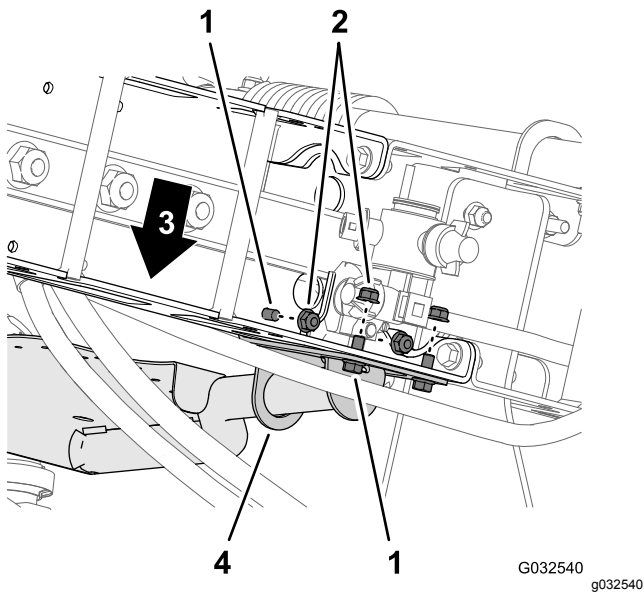

Figura 89
- Monte el soporte de las válvulas en el perfil del travesaño (Figura 88 y Figura 89) con 4 pernos